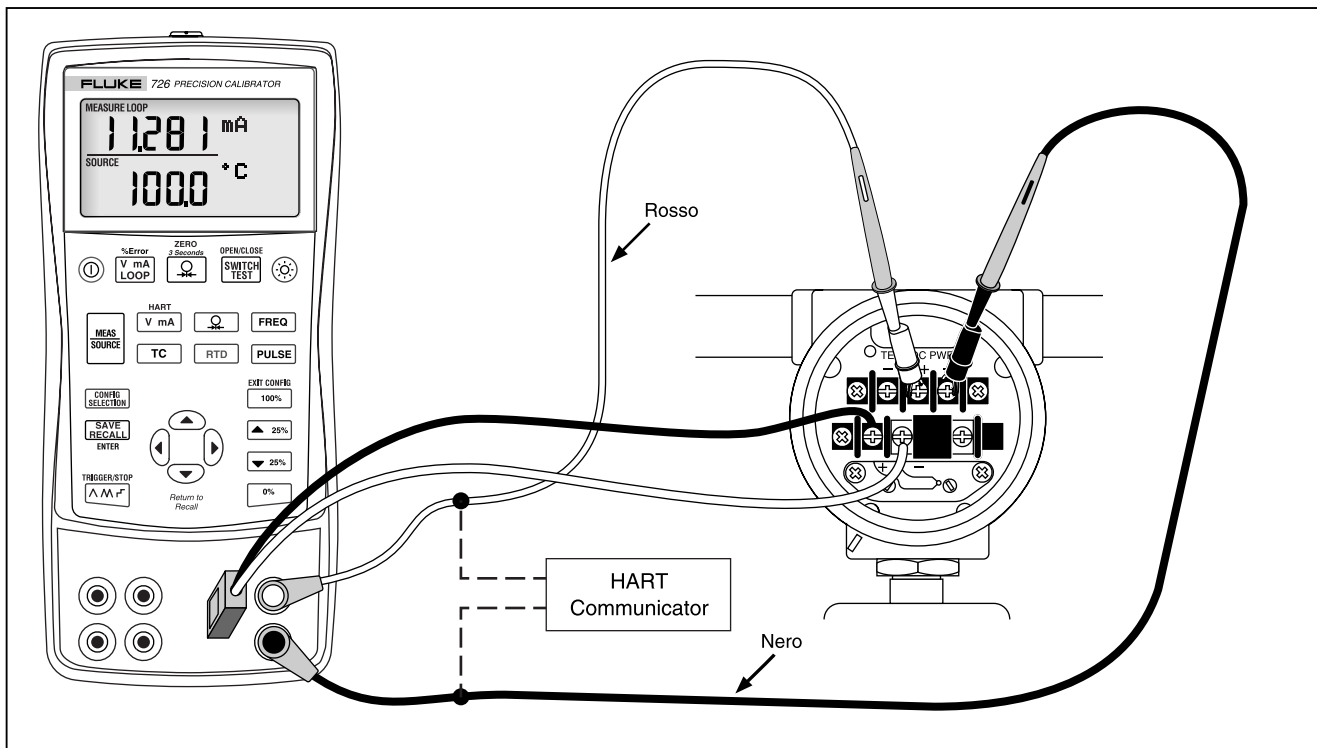

Figura 20. Taratura di un trasduttore a termocoppia
1. Collegare il calibratore allo strumento in prova, come indicato nella Figura 20.